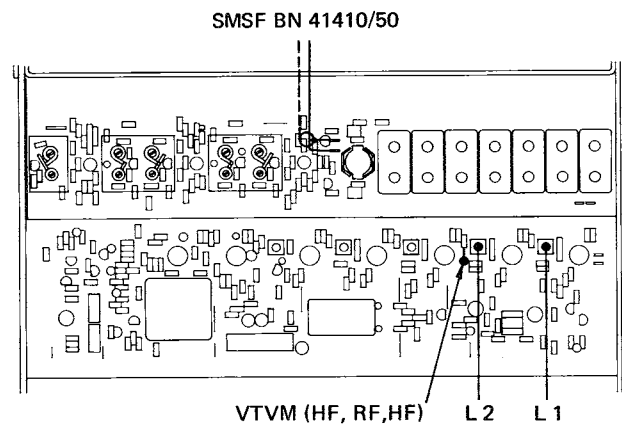

Fig. 4.5. - 2
4.5.4. VTVM mit HF-Tastkopf an Eingang von IC 4 (220 Ohm) anschliessen. Kreis 3 (blau) auf Maximum-Anzeige (ca. 0,8 V) abgleichen (Fig. 4.5. - 3).
All tuning slugs must be so positioned that the tuning maximum occurs when they are in their upper position (see figure 4.5. - 1).